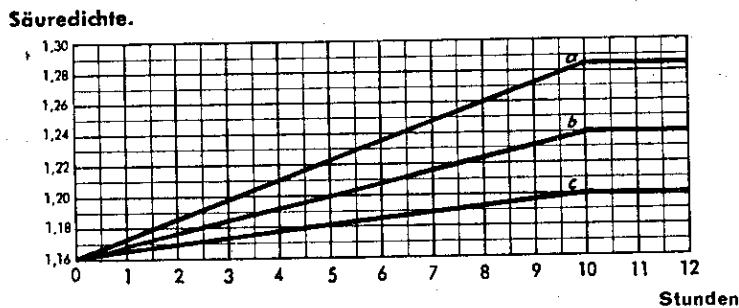

Abb. 20
114. Die Dichte der Sammlerflüssigkeit nimmt während des Ladevorgangs gleichmäßig zu und erreicht am Schluß dieselbe Dichte, die ursprünglich vor dem Entladen in der Zelle vorhanden war. Durch das Laden wird also nur diejenige Säuremenge wieder ausgeschieden, die von den Platten beim Entladen umgesetzt wurde. Es wird keineswegs neue Säure zusätzlich erzeugt. Der Verlauf der Dichteänderung bei den drei Sammlerbauarten (Ziff. 57 a, b, c) ist aus Abb. 20 ersichtlich.
- b) von der zur Anwendung kommenden Ladestromstärke. Besitzt diese dieselbe Größe wie beim zehnstündigen Entladestrom, so läßt sich die voraussichtliche Stundenzahl mit Hilfe der Abb. 20 vorher ermitteln.